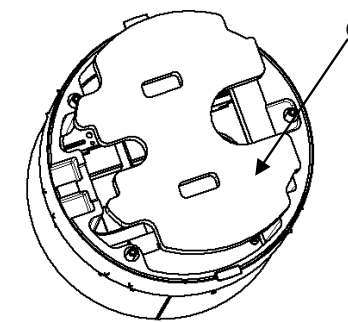

Fig. 8
12. Installer l'élément intumescent (O) en notant l'orientation dans la Fig. 8. **Remarque – Pour maintenir la classification de tenue au feu, l'élément intumescent (O) doit être installé.**